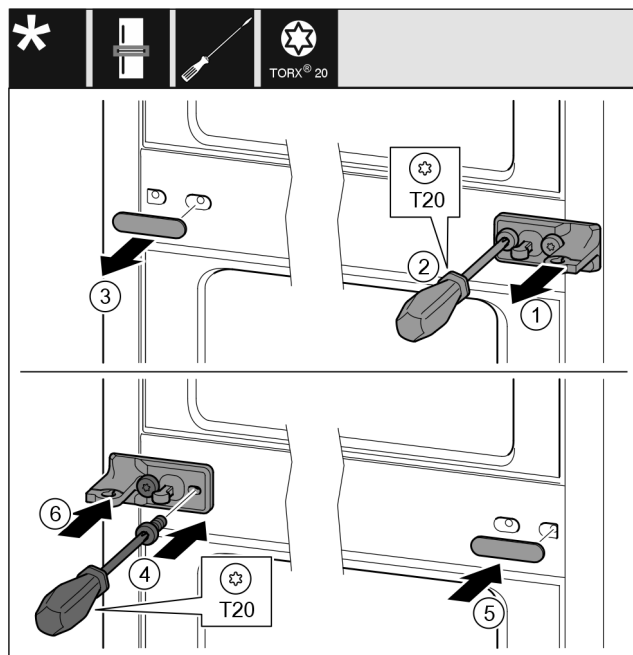

Fig. 38
- Sfilare la rondella Fig. 38 (1).
- Estrarre le viti Fig. 38 (2) con un cacciavite.
- Estrarre la copertura Fig. 38 (3) con cautela.
- Stringere bene il blocco di supporto con pellicola Fig. 38 (4) ruotato di 180° sull'altro lato.
- Applicare la copertura Fig. 38 (5) ruotata di 180° sull'altro lato.
- Infilare la rondella Fig. 38 (6) dal davanti.